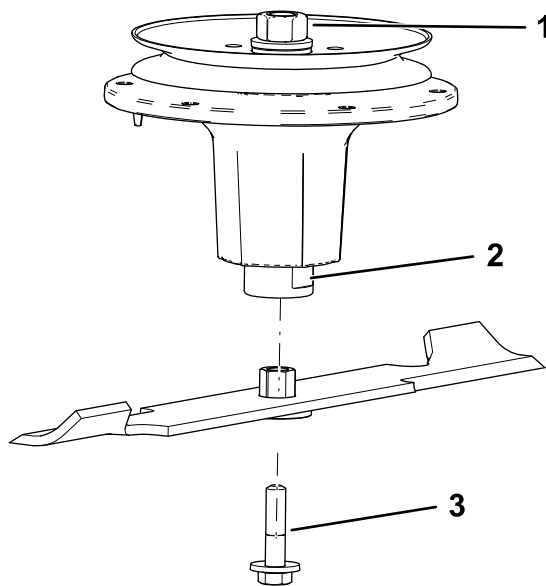

Figure 100
2. Installez l'ensemble douille et lame sur l'axe de pivot (Figure 100).